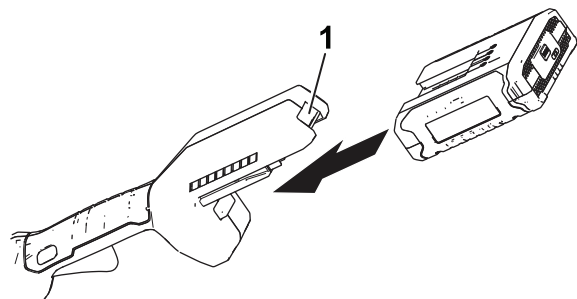

Figura 8
2. Alinee el hueco de la batería con la lengüeta del alojamiento del mango (Figura 8).
3. Introduzca la batería en el mango hasta la batería encaje en el cierre (Figura 8).